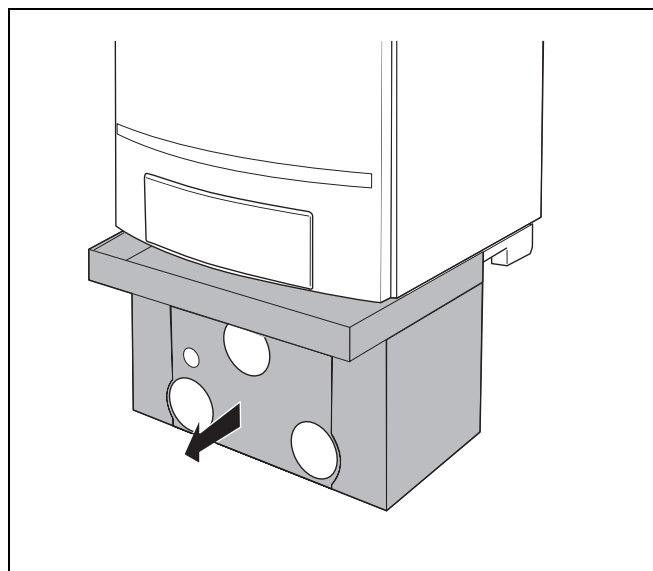

Fig. 8 Retirer l'habillage inférieur
- Retirer l'habillage inférieur du groupe de raccordement (fig. 8).